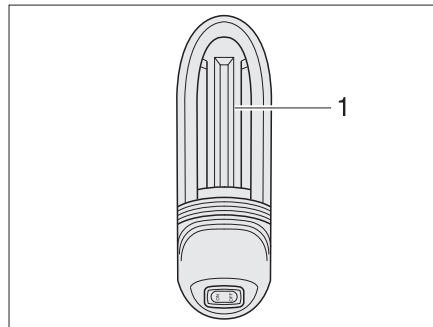

Fig. 300 Lampe de garage
- Pousser le cache de luminaire (Fig. 300,1) vers le haut et l'enlever.